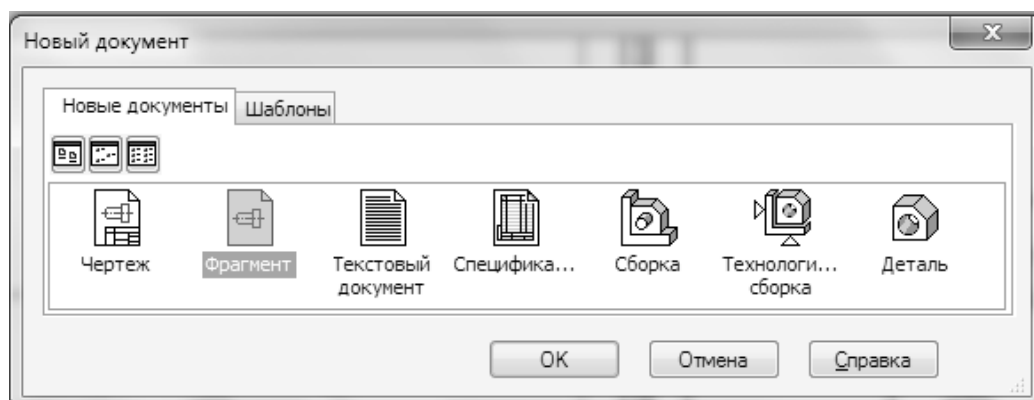

Рис. 33. Выбор типа документа
3. Выполните два вида соединяемых фланцев (масштаб 1:1) (рис. 33, а) и сделайте их копию, которую расположите ниже оригинала (рис. 33, б). При черчении используйте инструменты *Отрезок* для создания вертикальных линий и *Кривая Безье* для линий обрыва (линия обрыва должна быть сплошной тонкой) из панели *Геометрия*.